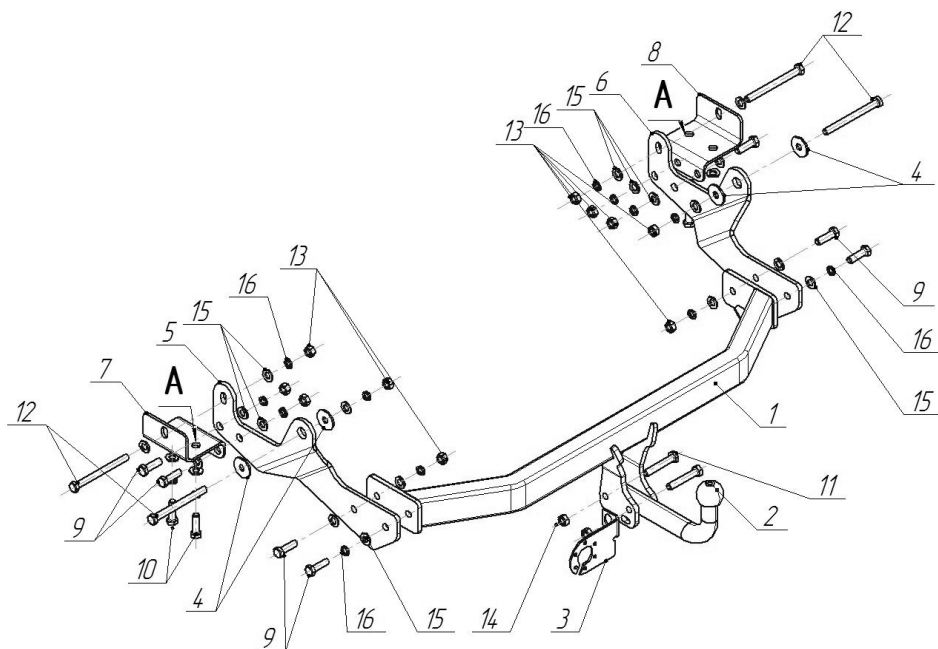

Рис.1 Установка на автомобиль
- Закрепить уголки поз.7,8 к лонжеронам автомобиля крепежными элементами 10,15,16 в имеющиеся в лонжеронах резьбовые отверстия поз.А (см.рис.1);
- Закрепить кронштейны поз.5,6 к уголкам поз.7,8 и к лонжеронам как показано на рис.1 с помощью крепежных элементов поз.9,12,13,15,16;